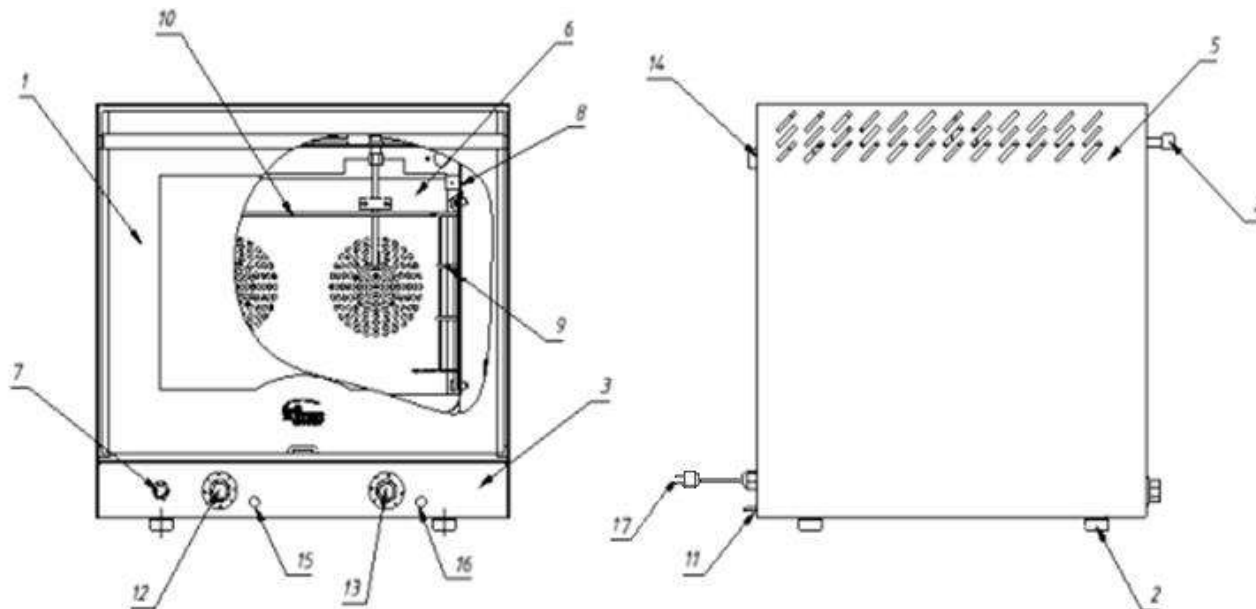

Рис.2
5.1. Основные части изделия указаны на рис.2 и перечислены в таблице 3.